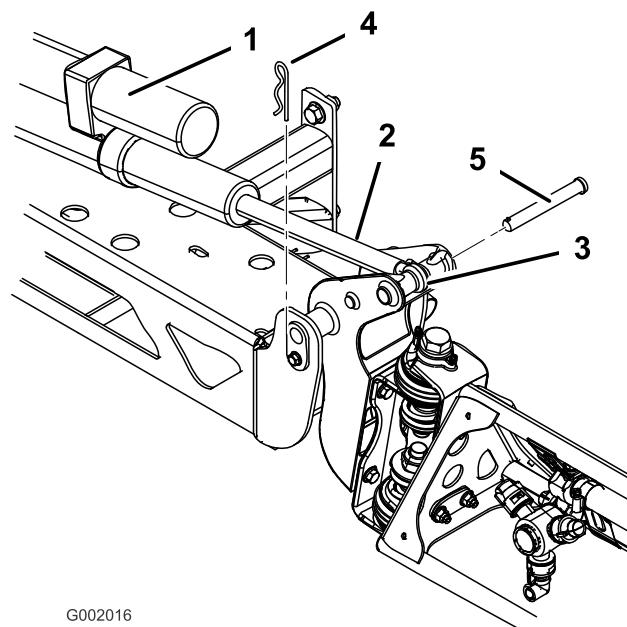

Figura 36
3. Levante el brazo y retire el pasador (Figura 36). Baje el brazo lentamente al suelo.
2. Retire el pasador de horquilla del pasador de giro (Figura 36).
6. Eleve el brazo para alinear el pivote con el émbolo del actuador. Sujetando el brazo, introduzca el pasador a través del pivote del brazo y del émbolo del actuador (Figura 36).